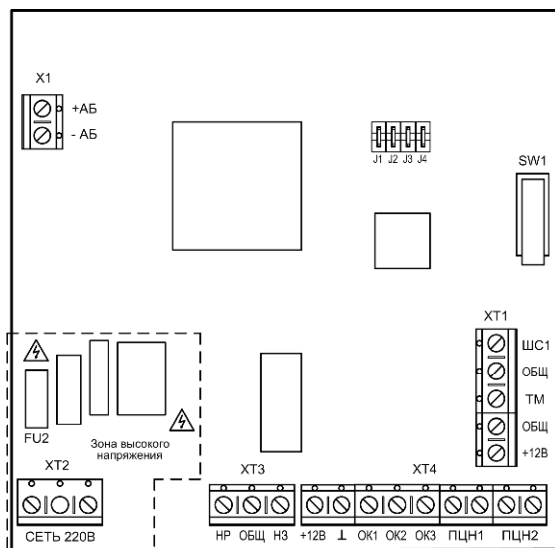

Рис.2 Внешний вид платы прибора
На плате прибора (рис. 2) расположены клеммные колодки.
- 2) Установите перемычки J1...J3 расположенные на плате контроллера (рис.2) в разомкнутое положение.